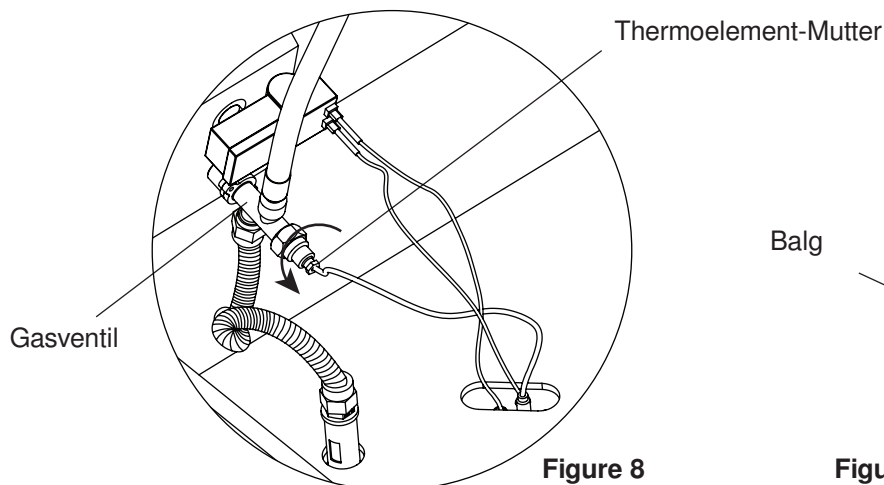

Figure 8
9. Mit Hilfe einer zweiten Person die Feuerstelle umgedreht auf eine flache, nicht-abrasive Oberfläche legen, um Kratzer zu vermeiden. Mit einem Schraubenschlüssel die Thermoelement-Mutter vorsichtig und langsam gegen den Uhrzeigersinn abschrauben und das Thermoelement abtrennen (siehe Figure 8).